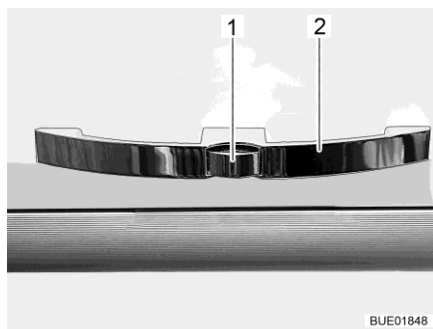

Fig. 66 Trampilla de muebles con tirador (ejemplo)
- Presionar el botón de desbloqueo (Fig. 66,1) en el tirador (Fig. 66,2) y mantenerlo presionado.